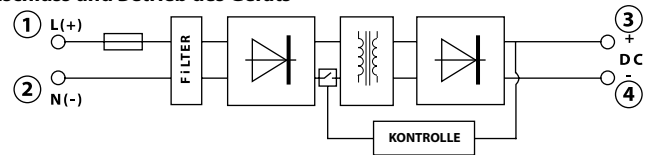

Abb.3
- Der mit 1 und 2 in Abbildung 3 gezeigte Teil ist der Line (Linie) und Neutral (Neutral) Versorgungseingang des PS-242.
- 100-240 VAC Eingangsspannung kann über die Klemmen L(1) und N(2) angeschlossen werden.
- 110-350 VDC Eingangsspannung kann über die Klemmen L(1) und N(2) angeschlossen werden.
- Der in Abbildung 3 mit 3,4 gekennzeichnete Teil ist der Gleichspannungsausgang des PS-242.